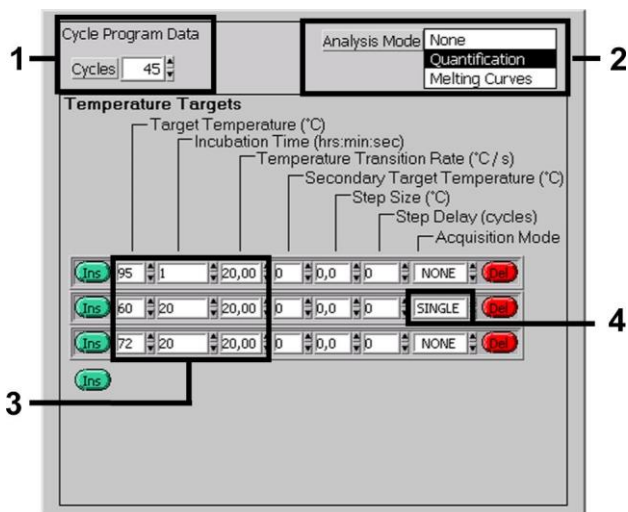

Fig. 4: Amplificação do ADN.
- B. Amplificação do ADN Fig. 4